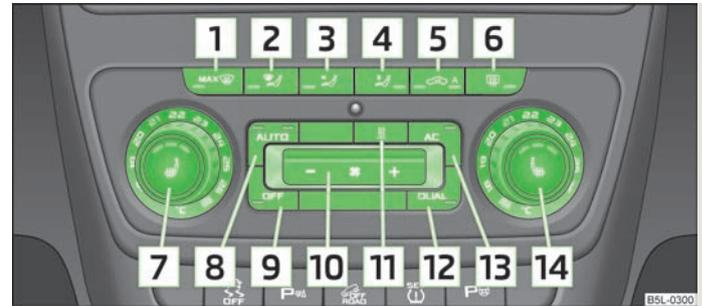

Abb. 90 Climatronic: Bedienelemente
- Die Taste (AUTO) » Abb. 90 drücken.
- Die Taste **(AC)** » Abb. 90 drücken. In der Taste leuchtet die Kontrollleuchte.
- Nach dem Einschalten der Zündung kann mit dem Drehregler **[7]** » Abb. 90 die Temperatur für beide Seiten eingestellt werden.
- Wenn die Frontscheibe beschlägt, dann die Taste   » Abb. 90 drücken. Nachdem die Frontscheibe beschlagsfrei ist, die Taste  drücken.
➤ Die Taste  » Abb. 90 auf der linken Seite (Gebläsedrehzahl verringern) bzw. auf der rechten Seite (Gebläsedrehzahl erhöhen) wiederholt drücken.
- Die Taste  » Abb. 90 drücken.